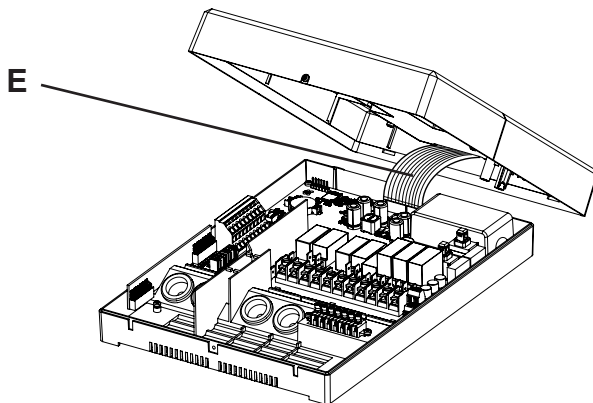

Fig. 3 Distacco del cavo a nastro
3. Tirare con cautela dal cavo a nastro **E** per allentarlo dalla presa di collegamento (**Fig. 3**).